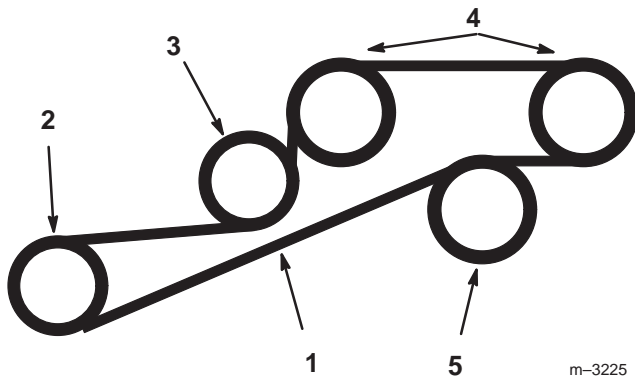

Bild 87
- Ziehen Sie die unter Federdruck stehende Spannscheibe nach unten und entfernen den Fahrtriebsriemen, die permanent montierte Riemenscheibe und die Riemenscheiben der hydraulischen Pumpe (Bild 87) vom Motor. Entfernen Sie den Treibriemen über der Kupplung.
- Legen Sie einen neuen Riemen über die Kupplung und um den Motor, die permanente Riemenscheibe und die Riemenscheiben an der Hydraulikpumpe (Bild 87).
- Schieben Sie die unter Federdruck stehende Spannscheibe nach unten und fluchten den Fahrtriebsriemen aus. Geben Sie den Druck auf den federgespannten Spannarm nach (Bild 87).